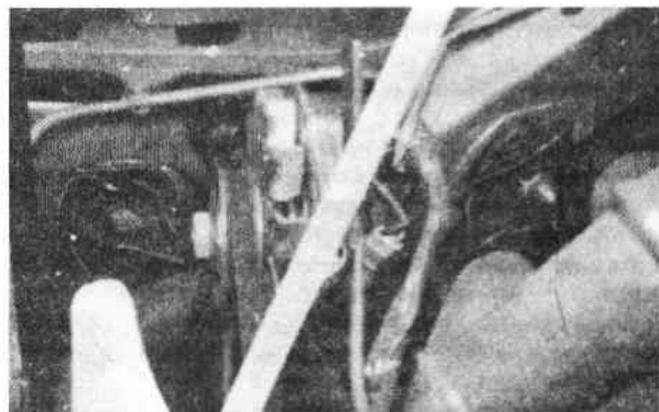

Рис.11.8. Выверните болты крепления переднего моста (Разд.5)
9. Выверните болты, крепящие передний мост к лонжеронам кузова, как показано на рис.11.8. Осторожно опустите передний мост и вытащите его из-под автомобиля.